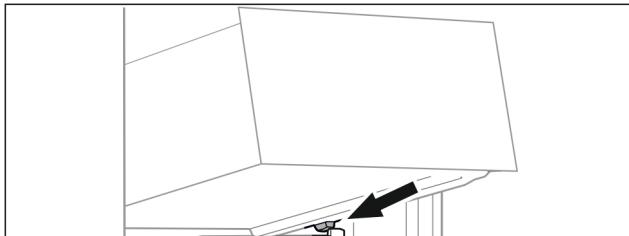

Fig. 62
- ▶ Nasadte zásuvku šikmo za zarázkami na rebro nádoby. (pozri Fig. 62)